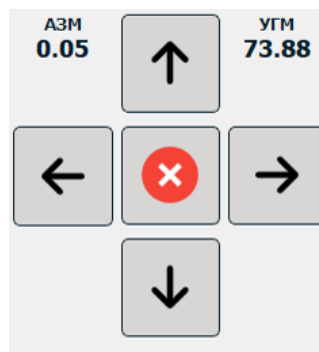

Рисунок 20 – Панель движения антенны
3.3.3.2.4.1 Панель движения антенны (рисунок 20)